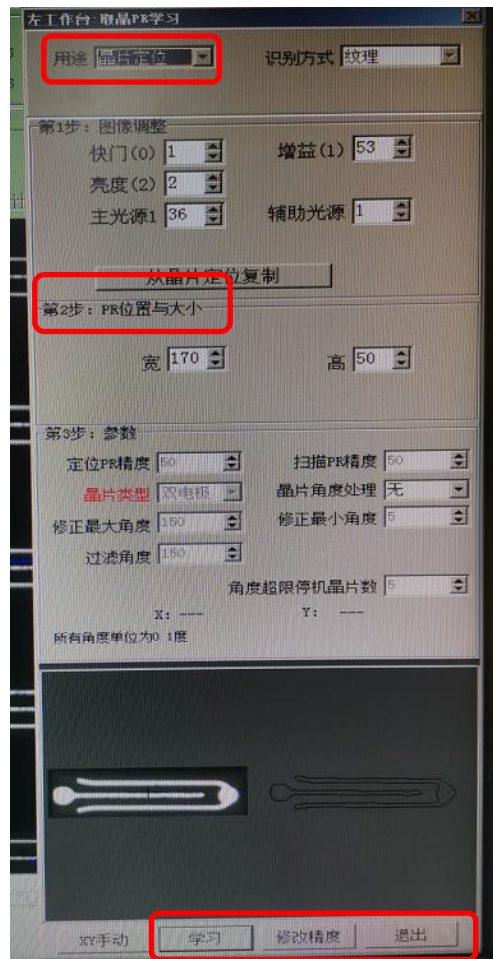

图 5-7 晶片定位页面
2) 选择“晶片定位”，点击左下角“PR 学习 (F2)”，在左侧窗口通过滚动鼠标滑轮来调节“第 2 步：PR 位置与大小”的宽和高（如图 5-7 所示）调整定位框位置包含整个芯片，然后在右下角点击“学习”、“修改精度”，点击“退出”，随后在弹出页面点击“自动校验”后点击“确认”，随后在弹出页面点击“开始自动教导”后点击“确认”。